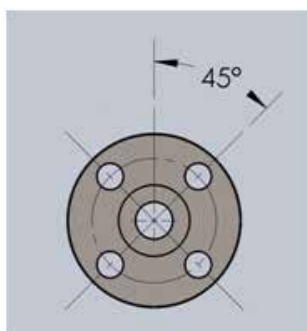

图 2：螺栓孔方向
- 将配套法兰焊接至现有管道上。确保管道法兰和艾伯特®法兰采用相同的公称管径 (NPS) 和压力等级。螺栓孔位置通常如图 2 所示，即如果探头理想位置直接位于管道（水平管道）上方或下方，则螺栓均匀地分布在管道两侧。此外，还需考虑第 4 节中的安装要求。